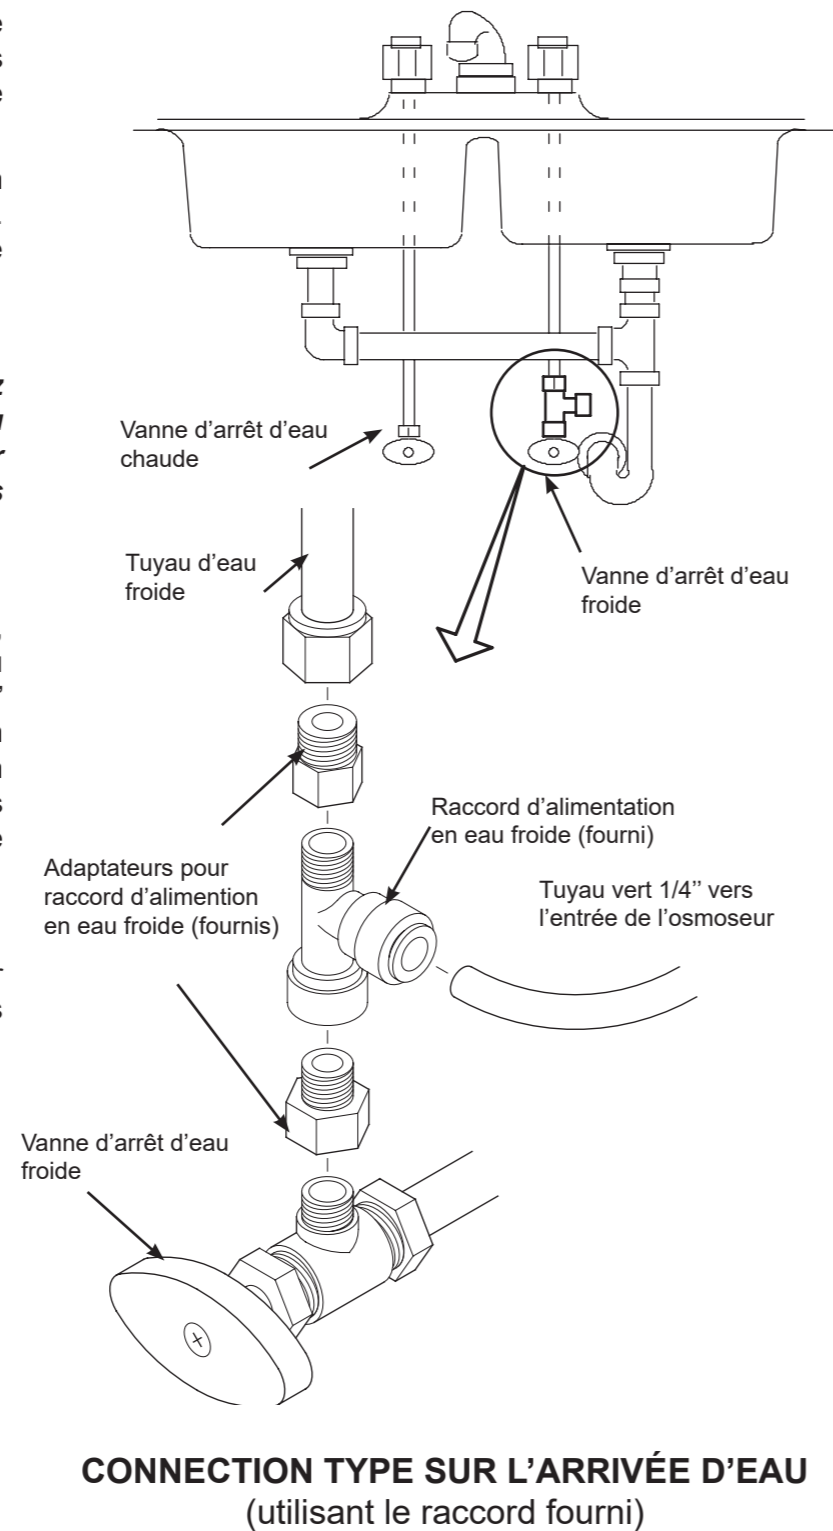

FIG. 7
1. Avant de commencer, fermez les robinets d'arrivée d'eau froide et d'eau chaude (cf Figure 7).
Le raccord doit comporter une connexion 1/4" (6.35 mm) au tuyau de l'osmoseur. Une installation type, avec des raccords de plomberie standards est illustrée en Figure 7.
**IMPORTANT: Avant de commencer, fermez les robinets d'arrivée d'eau froide et d'eau chaude (cf Figure 7). Utilisez un seau pour récupérer l'eau lorsque vous dévissez les tuyaux.**
En accord avec les normes de plomberie, installez un raccord sur le tuyau d'arrivée d'eau froide pour insérer ensuite un tuyau en 1/4" (6.35 mm). Une connection type est illustrée en Figure 7. Vous pouvez utiliser des raccords en soudure ou filetés. Si vous utilisez des raccords filetés, assurez-vous d'utiliser des joints de tuyaux ou du Teflon sur le filetage extérieur.